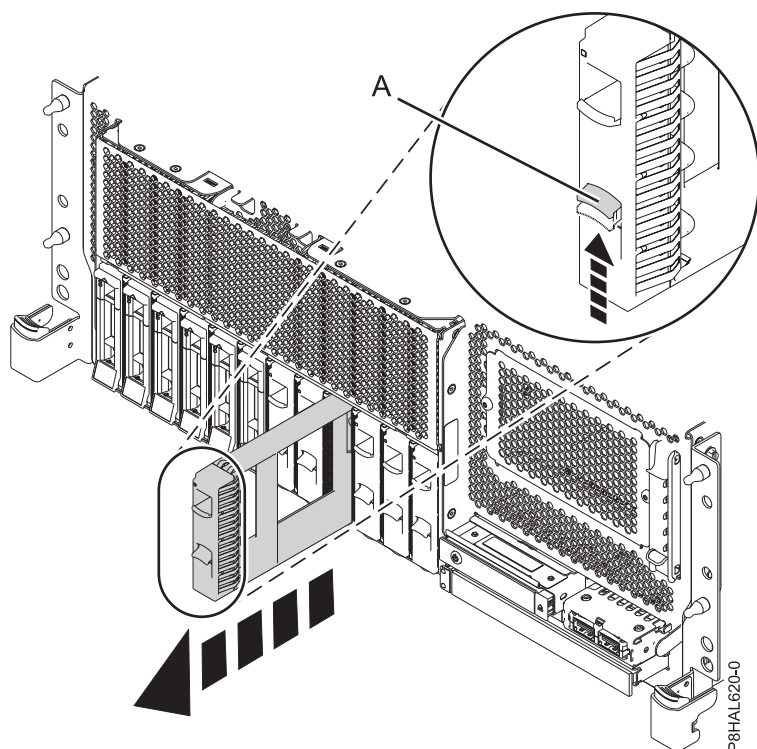

Figura 20. Extracció d'un panell de reblliment d'una unitat de disc d'un sistema de funció bàsica muntat en bastidor
- a. Empenyeu la peça de bloqueig (A) de la nansa del panell de reblliment en la direcció que es mostra a la Figura 20 a la pàgina 27.